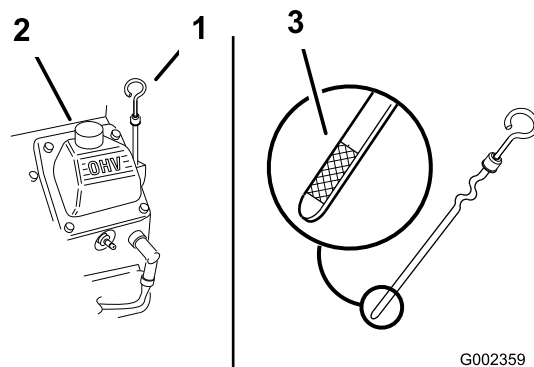

Figura 24
3. Limpie alrededor de la varilla de aceite (Figura 24) para impedir que caiga suciedad por el orificio y cause daños en el motor.
4. Retire la varilla de aceite y limpie el extremo (Figura 24).
5. Introduzca la varilla a fondo en el tubo de llenado (Figura 24).
6. Vierta lentamente un 80% aproximadamente de la cantidad especificada de aceite por el orificio de llenado (Figura 24).